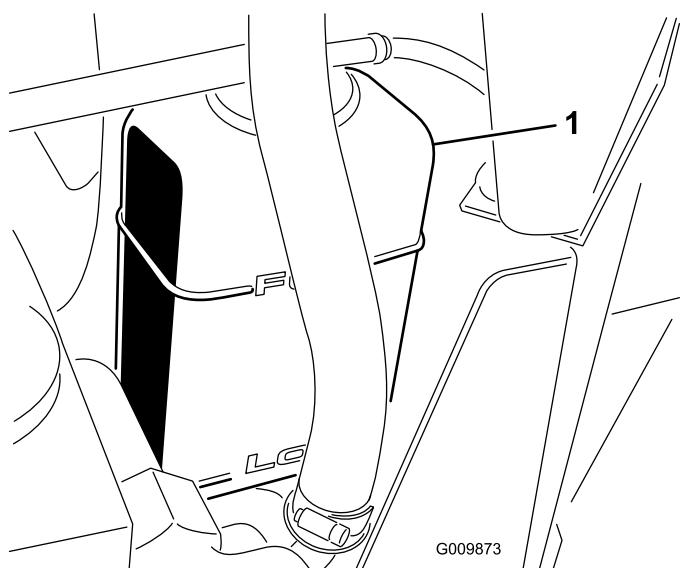

Figura 28
2. Verifique o nível de líquido de arrefecimento no radiador e no depósito secundário (Figura 28).